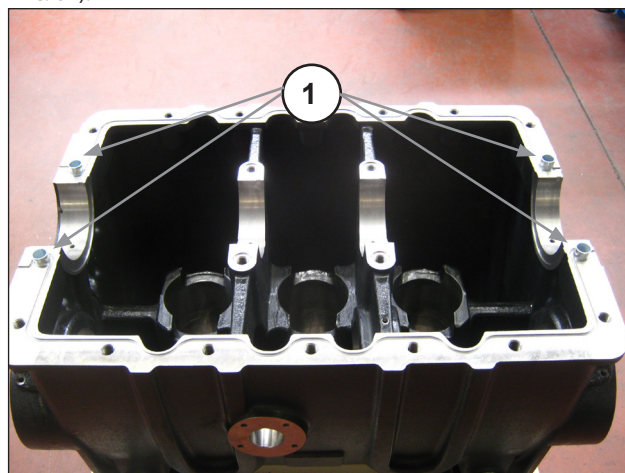

Рис. 64
Вставьте центровочные втулки в специальные отверстия на коренном подшипнике коленчатого вала (поз. ①, Рис. 64).